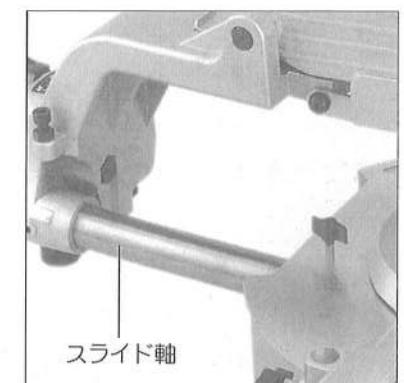

図30
(図30参照)
- スライド軸は錆が発生しますので、切りくずを取り除き、防錆用のオイルを塗ってください。(図30参照)